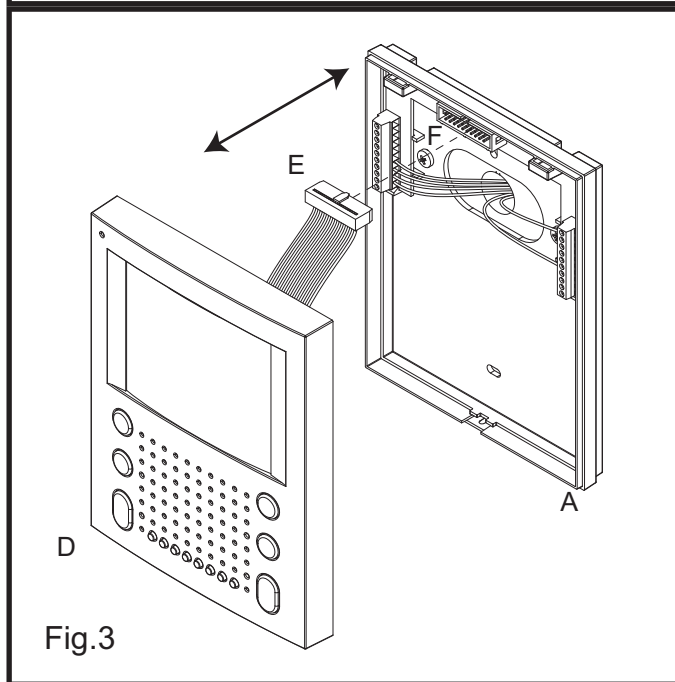

Fig.3
- Per installare il videocitofono Art.SL5478 è necessario aprirlo: facendo riferimento alla figura 4, svitare la vite "G", tirare a se il coperchio "D" quindi spingerlo verso l'alto (o in avanti se si effettua l'operazione tenendo il videocitofono in orizzontale) e scollegare il connettore maschio "E" (Fig.3) dal connettore femmina "F" (Fig.3) della scheda di connessione alloggiata sulla base "A".
- To install Art.SL5478 it is necessary to open it. Follow picture n.4: turn screw "G", pull cover "D" and lift it up (or push it forward if the video-monitor is in horizontal position), then disconnect plug "E" (Fig.3) from plug "F" on the connection board housed on the bottom "A".
- As shown in figure 3, move cover "D" close to bottom "A", connect plug "E" to plug "F" on the connection board then proceed with the next step.